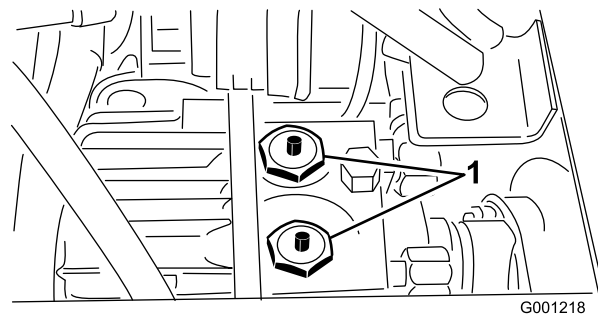

Figura 33
2. Pulse y mantenga pulsados los émbolos de los 2 conjuntos de válvula de desvío, situados encima de la transmisión (Figura 33) mientras empuja o remolca la máquina. En la ilustración de , el asiento y la placa de montaje del asiento han sido retirados.